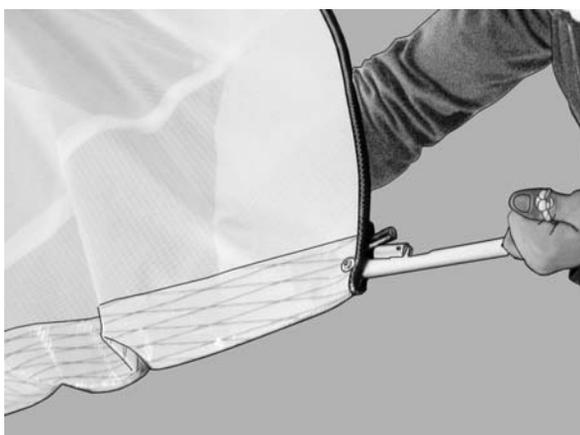

Рисунок 13
10. Располагаясь лицом к носовой части дельтаплана, возьмитесь одной рукой за хлыст, а второй – за рычаг или петлю на конце рычага. Потянув рычаг на себя, оденьте стаканчик рычага на концевую часть хлыста до упора. (Рис. 13).